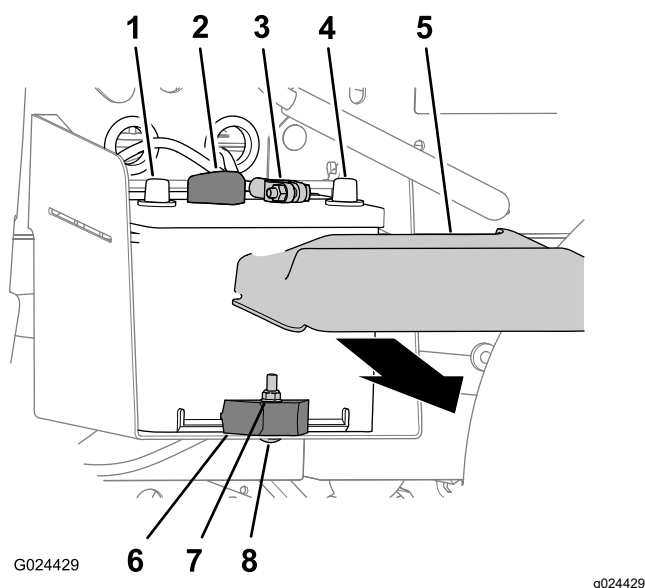

Figure 33
1. Appuyez de chaque côté du couvercle de la batterie et enlevez le couvercle en haut de la batterie (Figure 33).
2. Débranchez le câble négatif de la borne de la batterie (Figure 33).
3. Débranchez le câble positif de la borne de la batterie (Figure 33).
2. Retirez le contre-écrou, le boulon de carrosserie et la barrette qui fixent la batterie à son support (Figure 33).
3. Déposez la batterie de son support (Figure 33).
1. Placez la batterie sur son support sur la machine (Figure 33).
Remarque: Vérifiez que les bornes positive et négative de la batterie sont alignées, comme montré à la Figure 33.
2. Fixez la batterie à son support à l'aide de la barrette de maintien, du boulon de carrosserie et du contre-écrou (Figure 33).
1. Branchez le câble positif à la borne de la batterie (Figure 33).
2. Branchez le câble négatif à la borne de la batterie (Figure 33).
3. Posez le couvercle sur la batterie (Figure 33).